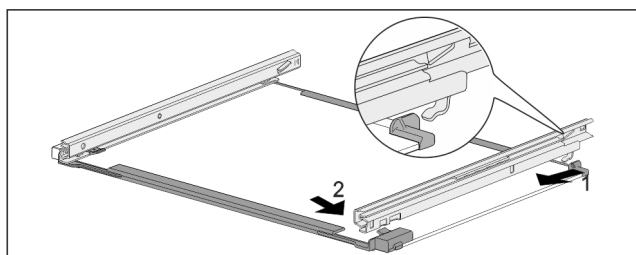

Fig. 108 Стъклена плоча с релси
- Закачете релсата отзад. Fig. 108 (1)
- Фиксирайте релсата отпред. Fig. 108 (2)